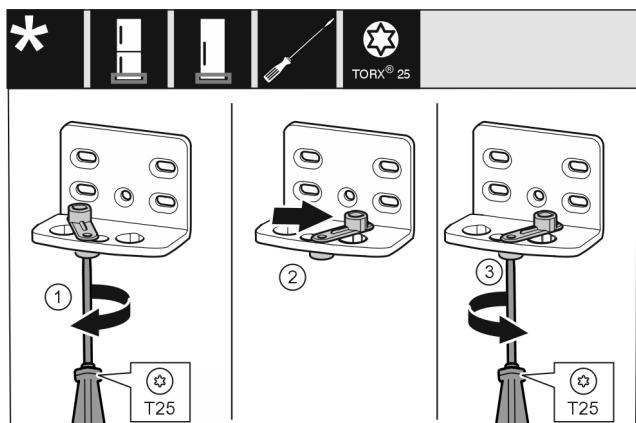

Fig. 16
- Odvijačem T25 labavo zavijte vijak. Fig. 16 (1)
- Podignite pomagalo za zatvaranje vrata i okrenite ga za 90° udesno u provrt. Fig. 16 (2)
- Odvijačem T25 čvrsto pritegnite vijak. Fig. 16 (3)